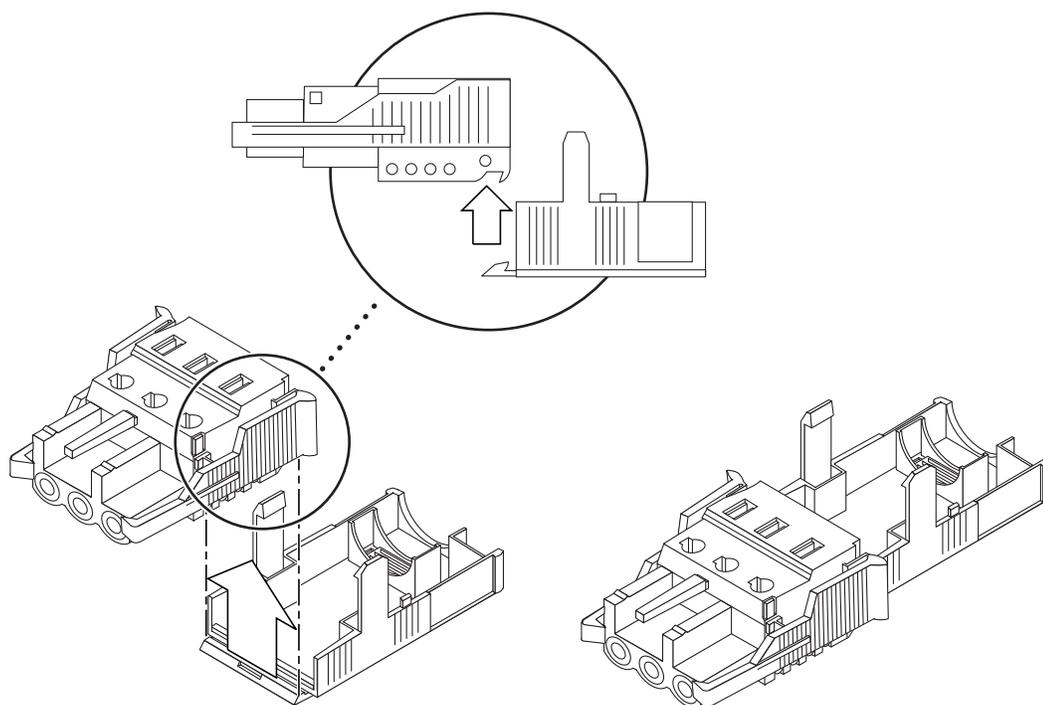

图 2-9 插入松紧式缆线架的底部
1. 将松紧式缆线架的底部插入直流连接器的凹口，直到卡紧就位，如图 2-9 中所示。